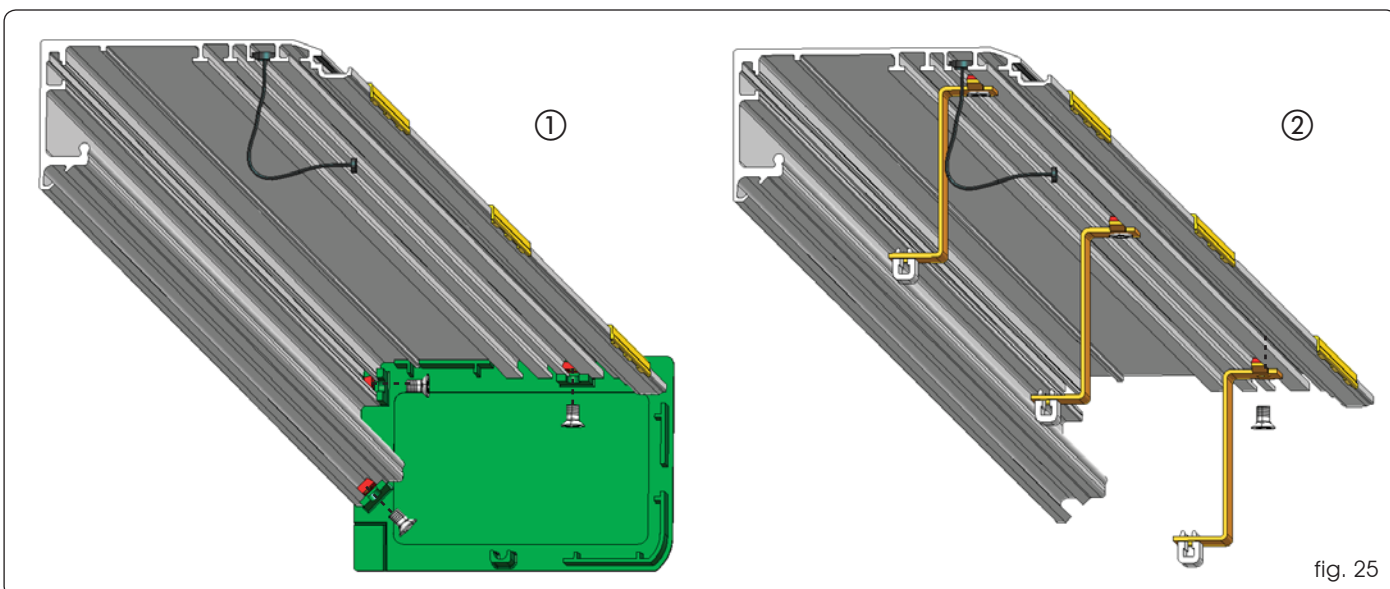

fig. 25
Aplique los bordes laterales como se indica en la fig. 25 ref. ①. En la figura está representado el montaje del borde derecho, para montar el izquierdo proceda del mismo modo.
Si no se quieren montar los bordes laterales, monte 3 bridas de fijación del cárter, dos laterales y una central (para perfiles mayores de 3 metros) como se indica en la fig. 25 ref. ②.